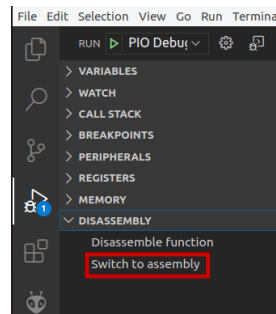

Figura 64. Cambio a ensamblador
6. Se puede ver la ejecución del programa en C como se ha indicado previamente o se puede ver la ejecución del programa en lenguaje ensamblador generado por el compilador, haciendo clic en Switch to assembly como se muestra en la Figura 64.
Tenga en cuenta que puede deducir fácilmente la dirección donde los vectores A y B están almacenados en la memoria cambiando a lenguaje ensamblador, como se explica en la Figura 64, y analizando cualquiera de las instrucciones que acceden a estos vectores (Figura 74). Como se ve en la figura, en la mayoría de los casos los comentarios